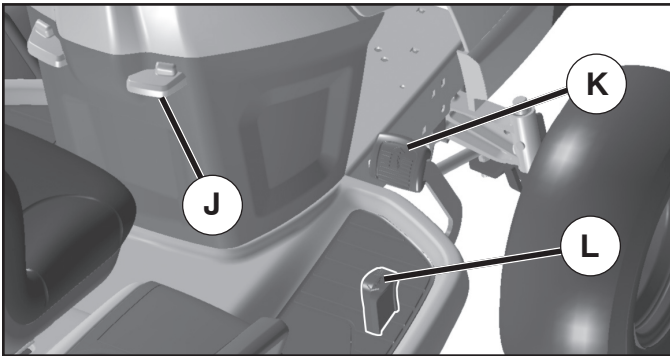

Fig. 7
## POUR AVANCER ET POUR RECULER (Voir la Fig. 7)
- Appuyez doucement sur la pédale de marche avant (K) ou sur la pédale de marche arrière (L) pour commencer à vous déplacer. Plus vous appuyez sur la pédale, plus la vitesse au sol augmente.
## COMMENT UTILISER LE RÉGULATEUR DE VITESSE (J) (Voir la Fig. 7)